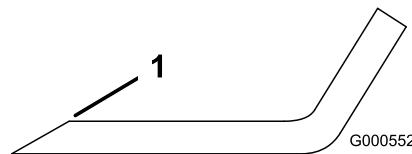

Bild 55
1. Schärfen Sie die Schnittkante an beiden Enden des Schnittmessers mit einer Feile (Bild 55).
**Hinweis:** Feilen Sie, wenn das Schnittmesser nicht ausgewuchtet ist, vom Flügelbereich des Messers etwas Metall ab (Bild 55).